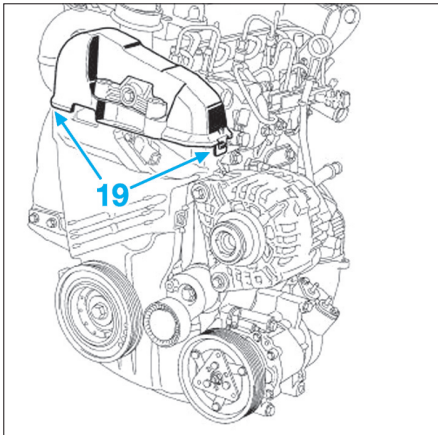

Fig. 46
- le boulon de fixation (16) de la biellette de reprise de couple sur le berceau de train avant,
- Dégraffer les languettes (19) du carter supérieur de distribution (Fig.46).